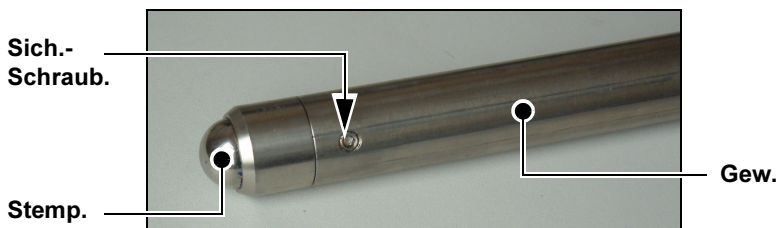

Abbildung 3. Stempel montiert am Gewicht
3. Lösen Sie die Sicherungsschraube des Stempels (Abb. 3) und entfernen den Stempel vom Gewicht.